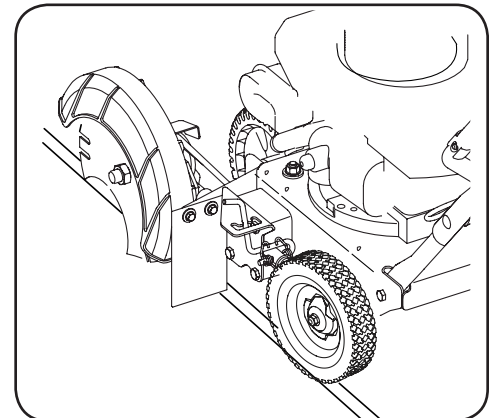

Figure 4-3
1. Transportez le coupe-bordures jusqu'à la zone de travail en veillant à ce que la roue arrière gauche soit sur une surface dure et que la lame soit sur la zone à être coupée. Voir Figure 4-3.